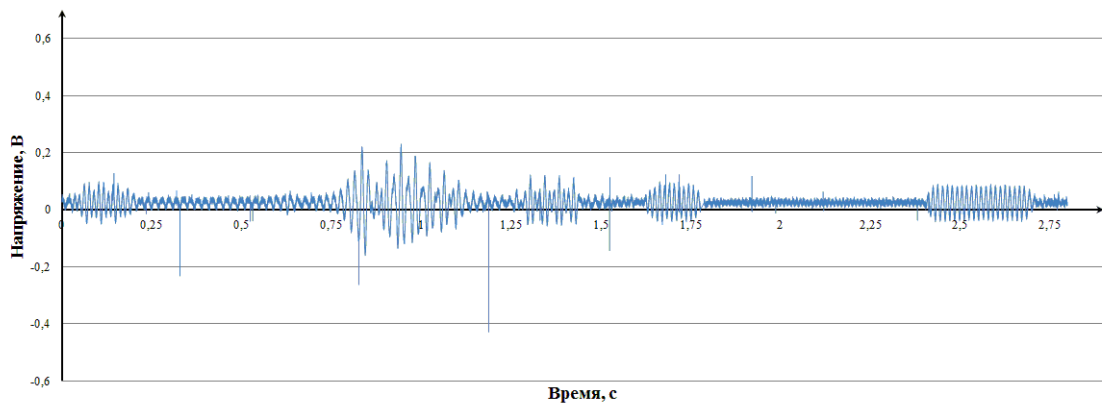

Рисунок 6 – Осциллограмма сигнала АЛСН на выходе фильтра АЛСН
5. Дана осциллограмма сигнала АЛСН на выходе фильтра АЛСН (Рис. 6). Определить получаемый код и показание локомотивного светофора;